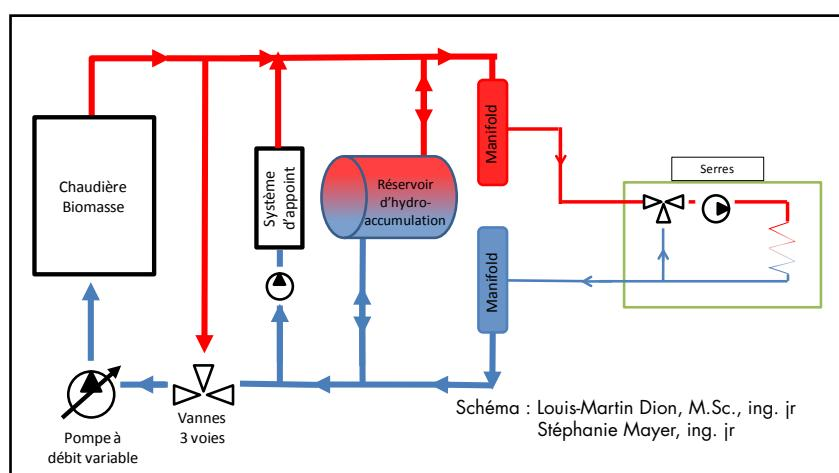

Figure 2. Schéma d'un réseau hydraulique avec réservoir d'hydro-accumulation de type «Open Buffer»
- Stratification de la température dans le réservoir : plus le niveau de stratification est élevé, plus il contribue à optimiser la performance globale du système de chauffe. Idéalement, un écart de température d'eau de 40 °C est à envisager entre le bas et le haut du réservoir. Il faut savoir que l'entrée d'eau chaude en provenance de la chaudière et la sortie d'eau chaude allant vers les serres sont localisées dans le haut du réservoir. La boucle se complète lorsque l'eau refroidie revient dans le bas du réservoir et retourne dans la chaudière (Figure 2).